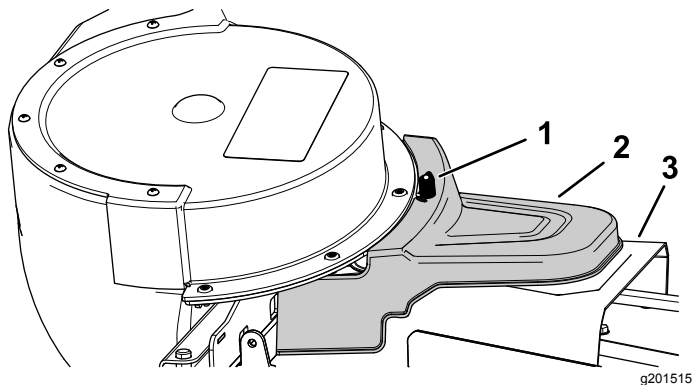

Bild 2
3. Entfernen Sie das in **Bild 2** abgebildete Handrad.